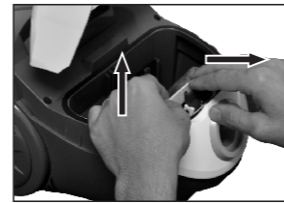

Figura 1
- Remover o saco do aparelho, puxar a trava (figura 1) com uma das mãos e remover o saco permanente com a outra.